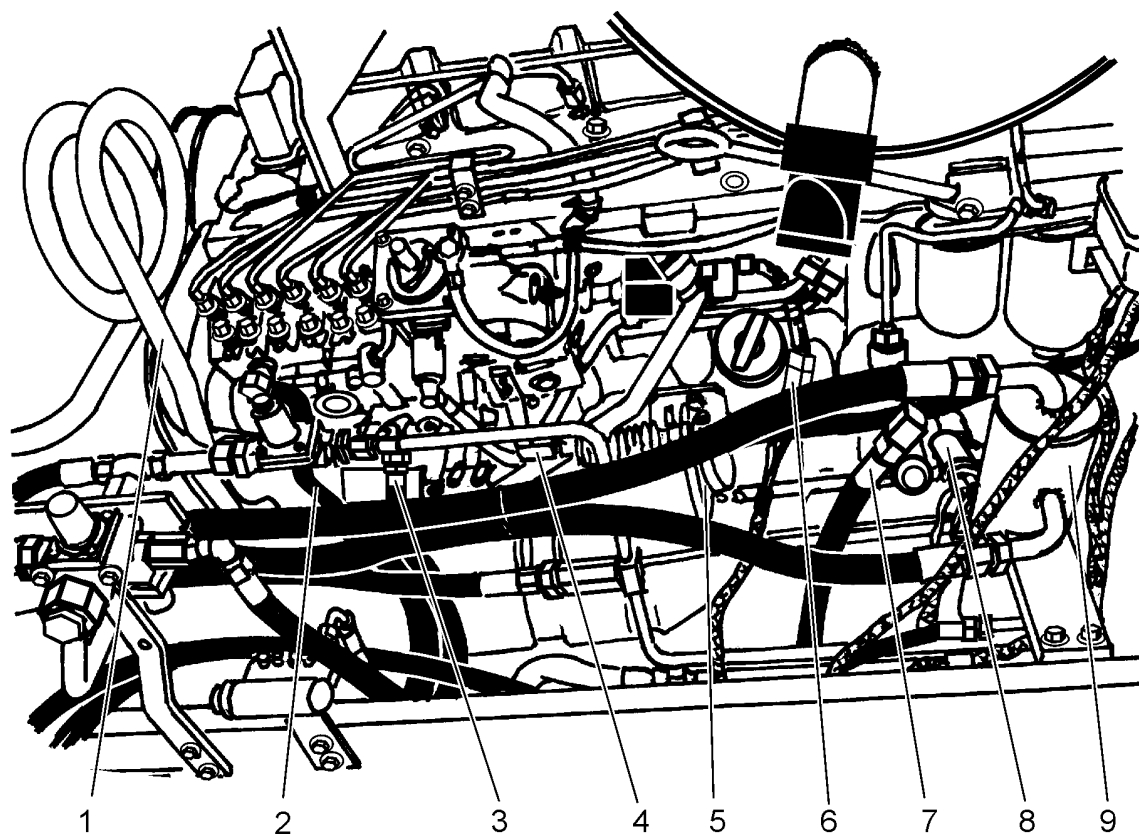

Рис. 12.4. Вид подсоединений двигателя (правая сторона)
7. Отсоединить воздухопровод (1, Рис. 12.4.) от головки воздушного компрессора и от клапана отбора воздуха для накачки шин.
8. Отсоединить гибкий воздухопровод (3, Рис. 12.4.) от головки воздушного компрессора и защитить его от засорения.
9. Отсоединить гибкий топливопровод (2, Рис. 12.4.) от топливного насоса высокого давления и защитить его от засорения.
10. Отсоединить гибкий топливопровод (7. Рис. 12.4.) от топливоподкачивающего насоса и защитить его от засорения.
11. Снять воздушный баллон (9, Рис. 12.4.) вместе с шлангами и закрепить его вне рамы.
12. Отсоединить электропровода от датчика (8, Рис. 12.4.) давления масла в системе смазки двигателя.
13. Разъединить электроразъем (6, Рис. 12.4.), подводящий ток к электромагниту.
14. Отсоединить тягу (4, Рис. 12.4.) от рычага топливного насоса высокого давления. Отсоединить тягу от кронштейна (5) и закрепить ее с целью предотвращения от повреждения вне рамы.
7. Подсоединить тягу (4, Рис. 12.4.) к кронштейну (5). Подсоединить тягу к рычагу топливного насоса высокого давления.
8. Состыковать электроразъем (6, Рис. 12.4.), подводящий ток к электромагниту.
9. Подсоединить электропровода к датчику (8, Рис. 12.4.) давления масла в системе смазки двигателя.
10. Установить воздушный баллон (9, Рис. 12.4.) в раму.
11. Подсоединить гибкий топливопровод (7, Рис. 12.4.) к топливоподкачивающему насосу.
12. Подсоединить гибкий топливопровод (2, Рис. 12.4.) к топливному насосу высокого давления.
13. Подсоединить гибкий воздухопровод (3, Рис. 12.4.) к головке воздушного фильтра.
14. Подсоединить воздухопровод (1, Рис. 12.4.) к головке воздушного компрессора и к клапану отбора воздуха для накачки шин.